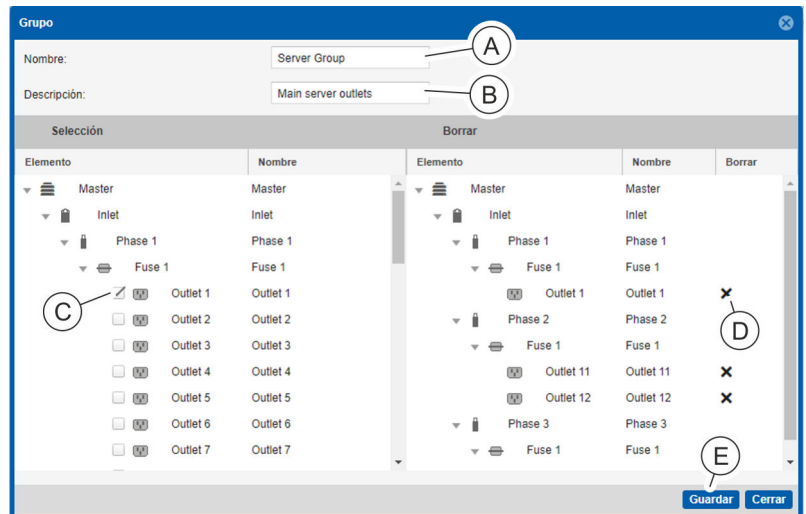

Fig. 113: Ventana "Grupo"
⇒ Se abre la ventana “Grupo” (Fig. 113).
4. ➔ En la ventana "Grupo", introduzca un nombre (Fig. 113/A) y, si es necesario, una descripción del grupo (Fig. 113/B).
5. ➔ En la columna izquierda, seleccione enchufes hembra individuales marcando la casilla de verificación correspondiente (Fig. 113/C).
6. ➔ En caso necesario, borre determinados enchufes hembra con el botón X (Fig. 113/D) de la columna derecha.
7. ➔ Pulse el botón "Guardar" para guardar un grupo de enchufes hembra (Fig. 113/E).